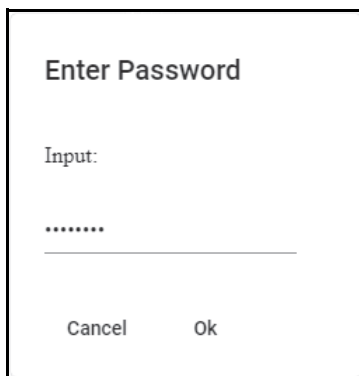

Figura 5-3 Cuadro de diálogo Enter Password (Introducir contraseña)
3. Introduzca la contraseña en el cuadro de diálogo **Introducir contraseña** y haga clic en el botón **OK** (Aceptar) [ver Figura 5-3 en la página 76].